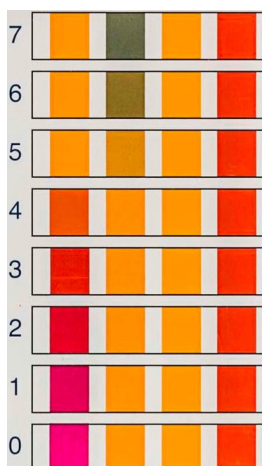

図 3: pH 試験紙の着色パターンと pH (図の左側の数字) の対応表。pH 試験紙の 4 つの反応ゾーンすべてが、この表のある pH での色と一致する必要がある。必要であれば、実験補助員に声をかけて対応表の原本を見せてもらうことができる。
11. pH が 1~2 になるまでパスツールピペットで 2 M 塩酸を少しずつ加えよ (“2 M HCl” とラベルされたガラス瓶から 6 ~ 8 mL 程度)。このとき, pH 試験紙で反応混合物の pH を確認すること (pH と試験紙の色の対応は図 3 を参照すること)。pH を確認する際は、未使用のパスツールピペットで反応混合物を少量取り, pH 試験紙に垂らすこと。直接 pH 試験紙を反応混合物に浸けてはいけない。